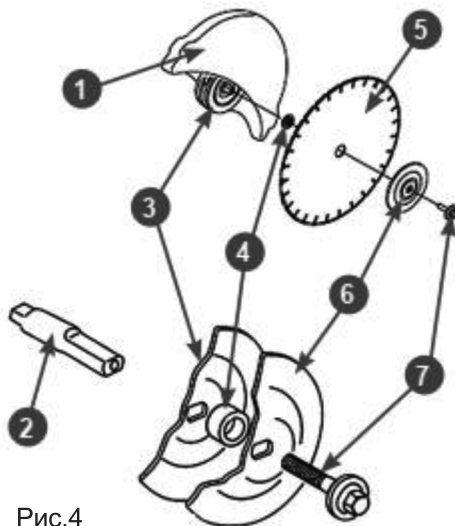
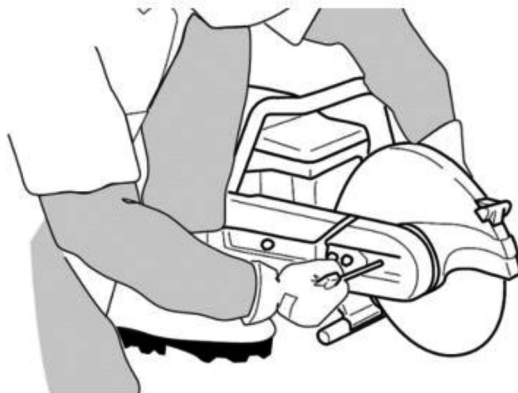

Рис.4
Рис. 6
2. Открутите болт 7 крепления, снимите прижимную шайбу 6 и переходник 4 (Рис. 4). Убедитесь, что переходник 4 на валу шпинделя 2 соответствует центральному отверстию отрезного диска 5 (Рис. 4).
Установка отрезного диска (Рис. 4)
4. Установите отрезной диск. Для этого поместите диск 5 на переходник 4 между внутренней шайбой 3 и прижимной шайбой 6 (Рис. 4). Установите болт крепления 7 (Рис. 4) отрезного диска, не затягивая его. Заблокируйте вращение диска. Вставьте стопор в отверстие режущего узла и поверните диск, пока он не зафиксируется (Рис. 6).
Блокировка вращения диска (Рис. 6)